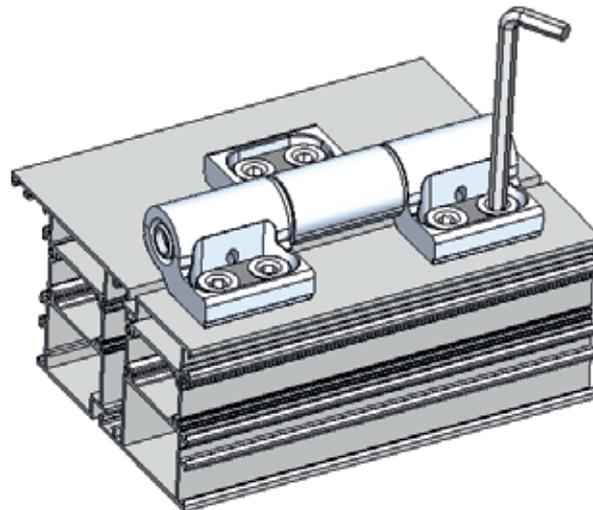

Рис. 11
6. Установить петли на профиль с помощью анкерных винтов (самонарезающийся спецвинт M12×60), вкрутив их имбусовым ключом 6 мм. (Рис. 11).
7. Окончательно затянуть анкера имбусовым ключом 6 мм (Рис. 11).